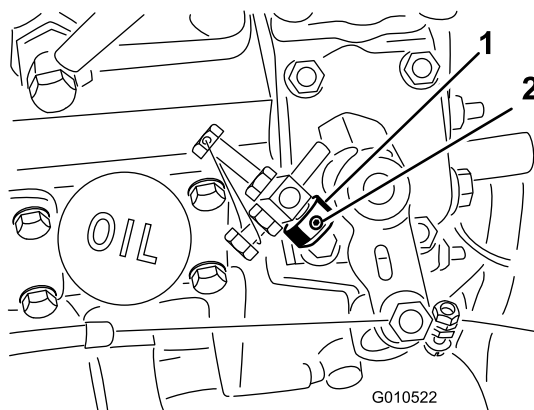

Figure 7
1. Desserrez la vis sans tête sur la butée de papillon (Figure 7).
2. Glissez la butée de papillon sur la vis d'arrêt de régime de ralenti accéléré (Figure 7). Veillez à placer le côté chanfreiné de la butée de papillon à l'extérieur.